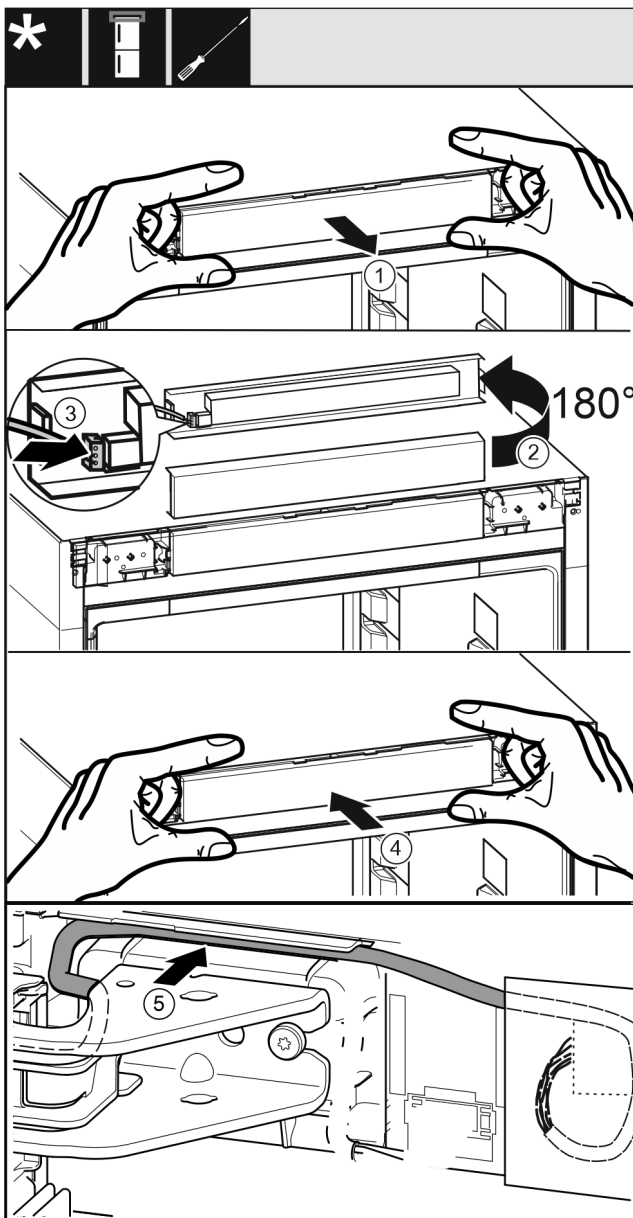

Fig. 38
- Estrarre con cautela la maschera di comando Fig. 38 (1).
- Ruotare la maschera di comando Fig. 38 (2) di 180° verso l'alto.
- Innestare la spina Fig. 38 (3) nella maschera dell'elemento di comando.
- Innestare di nuovo la maschera di comando Fig. 38 (4) sull'apparecchio.
- Posare con cautela il cavo Fig. 38 (5) nella guida sopra il blocco di supporto superiore.